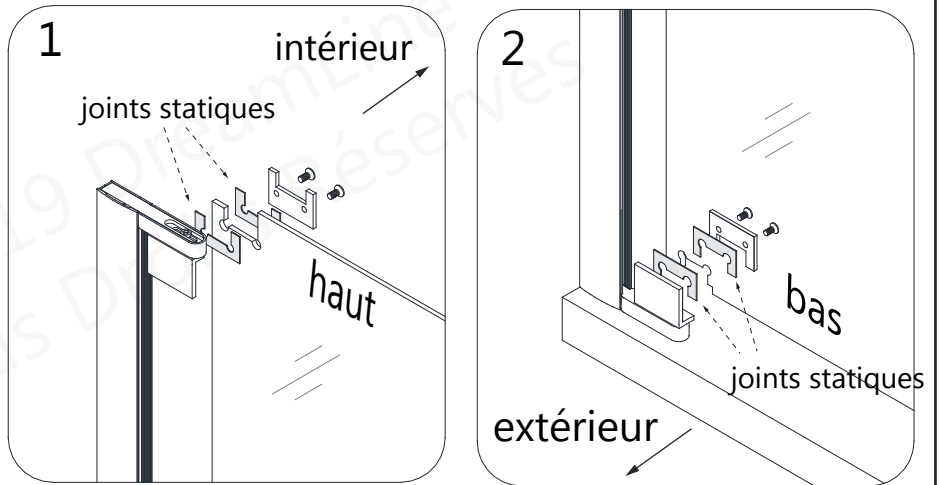

Fig 6
6. Retirez les **Boulons (L)** et les **Plaques de Protection (K)** des **Systèmes de Pivot (N° 7)** du haut et du bas.
Positionnez la **Porte Vitrée (N° 03)** sur les **Systèmes de Pivot (N° 7)**. Maintenez en place les **Joints Statiques Transparents (J)** de chaque côté de la **Porte Vitrée** et fixez les **Plaques de Protection (K)**. Vissez fermement la **Porte Vitrée (N° 03)** aux **Systèmes de Pivot (N° 7)** avec les **Boulons (L)**. (Fig 6)